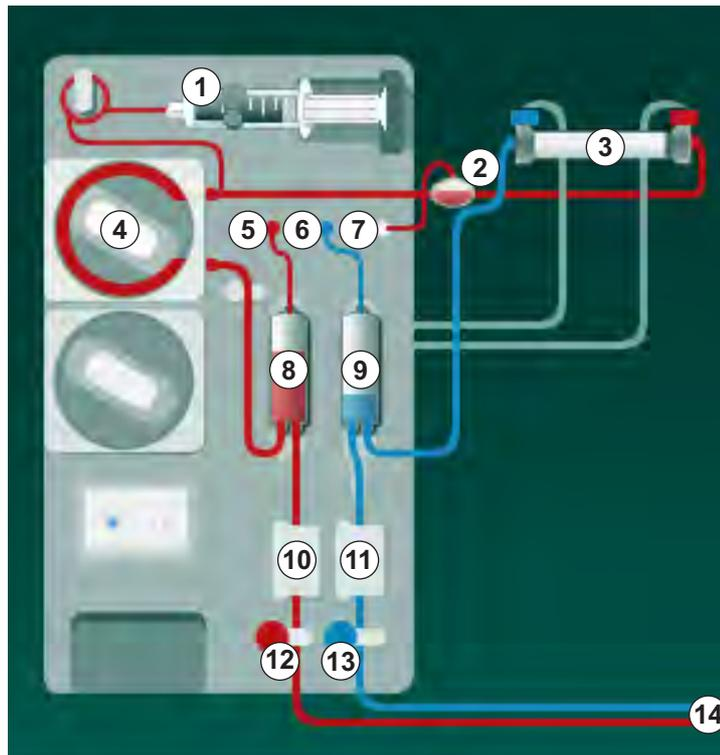

Fig. 9-3 Montaje del sistema A/V - Unipunción Cross Over
1. Fijar el dializador (Fig. 9-3, ③ ) en su soporte (véase el apartado 5.6 Conexión del dializador (98)).
- 5 Sensor de presión arterial (PA)
- 6 Sensor de presión venosa (PV)